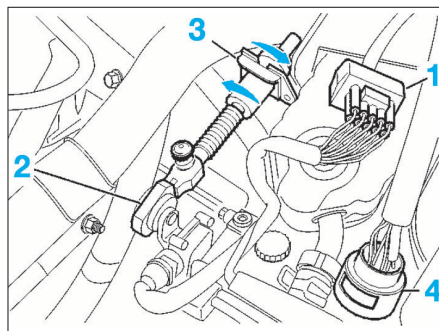

FIG. 3
- Déclipper le connecteur du contacteur multifonction (1) (Fig.3).